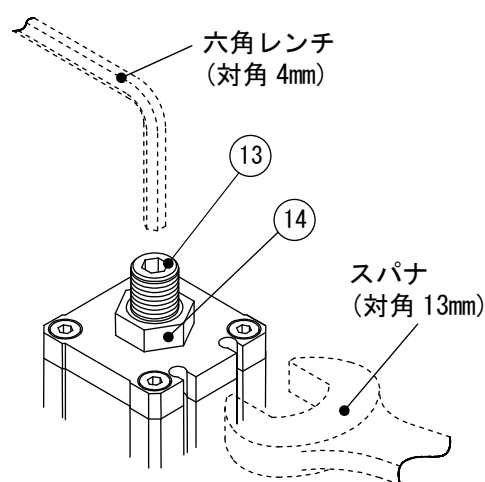

図1
- ⑭ロックナットを緩めロックを解除します。六角レンチで⑬バイパス弁調整ボルトを押しえロックナットを緩めてください。(図1)